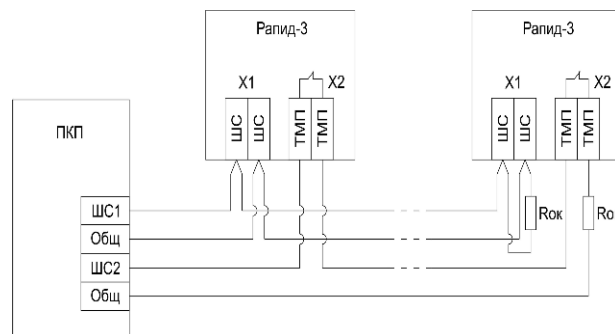

Рис.1 Схема подключения извещателя
- Подключение извещателя к приемно-контрольному прибору осуществляется по двухпроводной схеме (см. рис. 1). Для работы извещателя не требуется источника напряжения 12 В и соответствующей линии питания.
Установите плату на место в корпус. Подключите провода в соответствии со схемой подключения (рис.1). Полярность подключения ШС может быть любой. При включении извещателя на конце шлейфа к контактам «ШС» и «ТМР» подключите оконечные резисторы Rок.